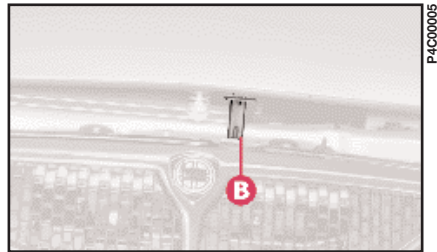

fig. 81
- 2) Lift lever **B** (fig. 81).